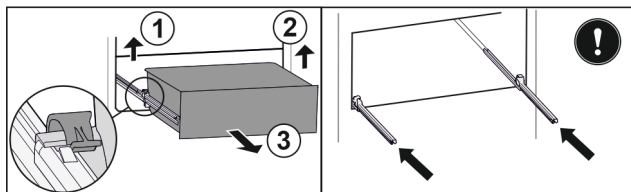

Fig. 48
- ▶ Linker klem optillen en gelijktijdig lade links naar voren trekken. Fig. 48 (1)
- ▶ Rechter klem optillen en gelijktijdig lade rechts naar voren trekken. Fig. 48 (2)
- ▶ Lade naar voren toe verwijderen. Fig. 48 (3)